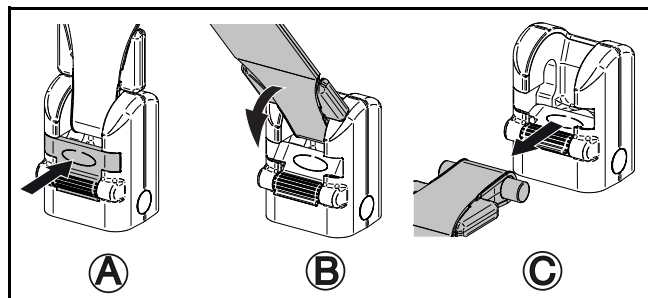

Fig. 4
- 2) Åbn låseanordningen, der holder stroppen på plads, ved at skubbe den indad (se Fig. 4 A).
- 3) Roter stroppen mod låseanordningen (se Fig. 4 B).
- 4) Træk stroppen ud af beslaget (se Fig. 4 C).